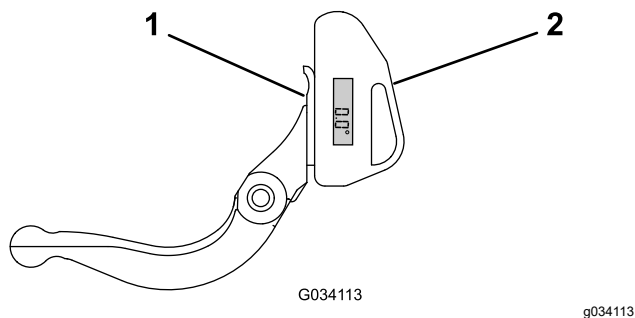

Рисунок 32
1. Установите индикатор угла на нижней стороне неподвижного ножа, как показано на Рисунок 32.